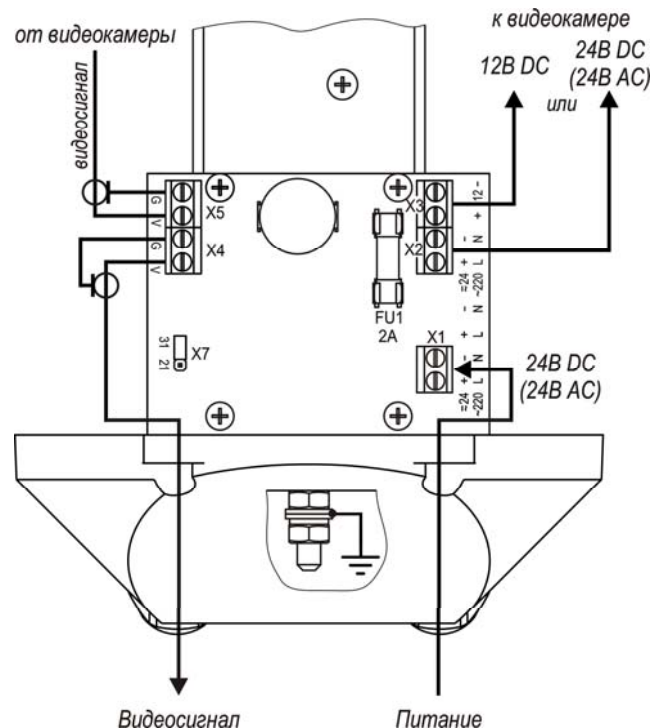

Рис.2 Подключение ТГБ-7 ТВ-24/12(24); ~24/12(~24)
4. Подсоединить видеокамеру к контактам платы коммутации в соответствии со схемой подключения (рис.2, 3 или 4).
5. Ввести через гермовводы внешние кабели (кабель видео или интерфейсный кабель и кабель питания) и подключить их к плате коммутации (рис.2 или 3).
Предприятием изготовителем джампер Х7 установлен в положение «31» - мощность обогрева 31 Вт, для изменения мощности на 21 Вт джампер Х7 необходимо переставить в положение «21» (см. рис.2 и 3).